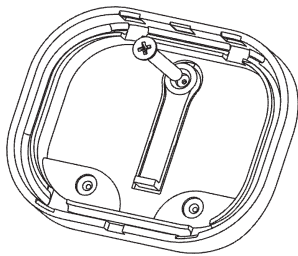

Рисунок 3
Для контроля отрыва датчик крепится к охраняемому предмету шурупом через вскрываемое крепежное отверстие (7) (рисунок 3).
9.2 Установите крышку с печатной платой в основание согласно рисунку 4. Сенсорные выводы (5) должны попасть в отверстия (8).